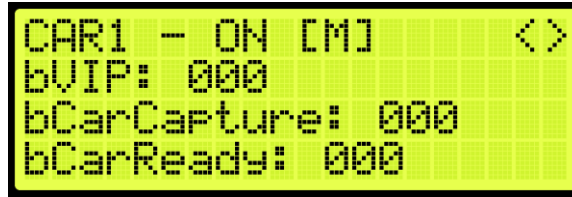

Figure 373: VIP Flags Status
13. From the VIP Flag Status (See Figure 373), press the right button.